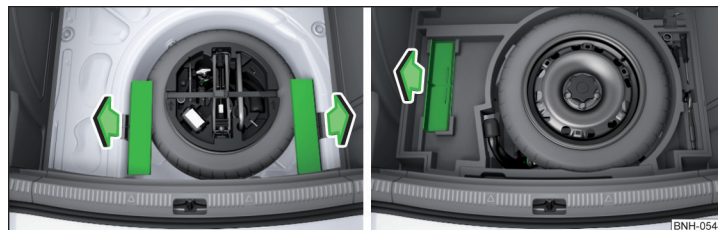
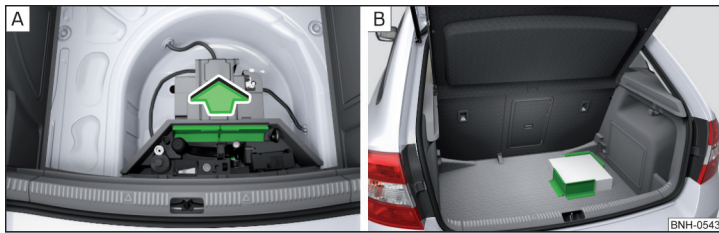

Fig. 90 Retirar los elementos de carga: Variante 1 / Variante 2
Fig. 91 Retirar los elementos de carga: Variante 3 / Ejemplo de fijación de la carga por medio del elemento de carga
- > Retirar los elementos de carga en el sentido de la flecha » fig. 90 o » fig. 91 - **A**.
- > Fijar si es posible los elementos de Cargo con cierre velcro cerca de los asientos traseros sobre la moqueta del maletero » fig. 91 - **B** o sobre el lado de tela de la moqueta de ambos lados.